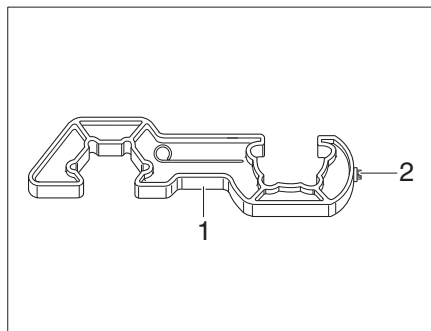

Bild 248 Schraubhilfe
- ▶ Zum An- und Abschrauben des Hochdruckschlauchs die beiliegende Schraubhilfe (Bild 248,1) verwenden. Sie gewährleistet das nötige Anzugsmoment und verhindert Beschädigungen an der Verschraubung durch falsches Werkzeug.
- Den Hochdruckschlauch (Bild 247,3) mit der Schraubhilfe (Bild 248) von der Gasflasche abschrauben.